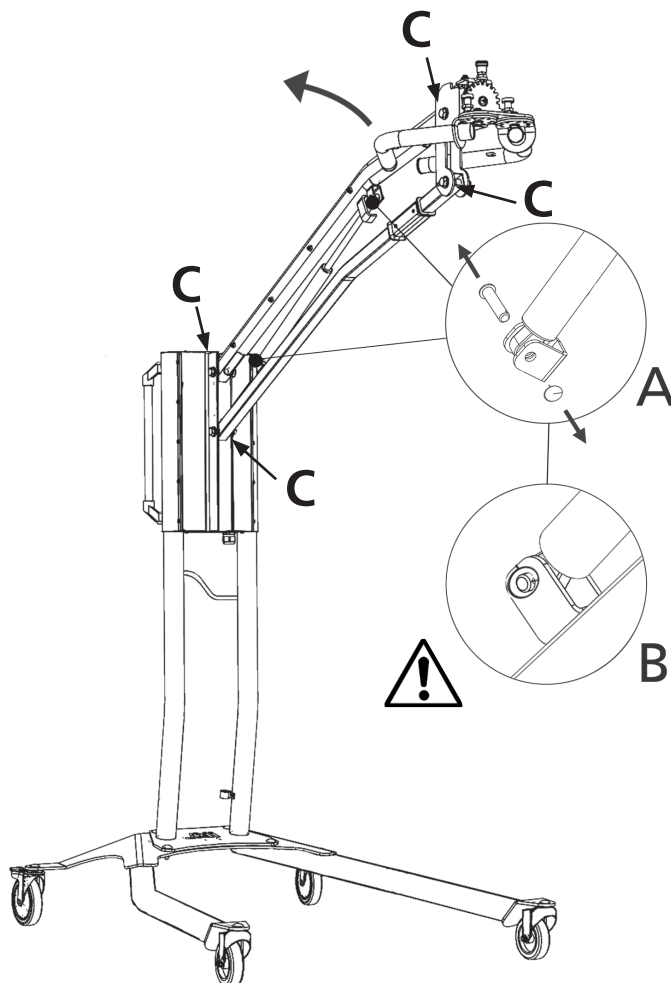

Fig 2
2. Sistemare il braccio parallelo nella posizione più dritta possibile. (fig 2)
4. Rimuovere gli anelli di bloccaggio e i due perni. Spostare il pistone a gas leggermente in su/avanti e quindi rimuoverlo. (fig 2)